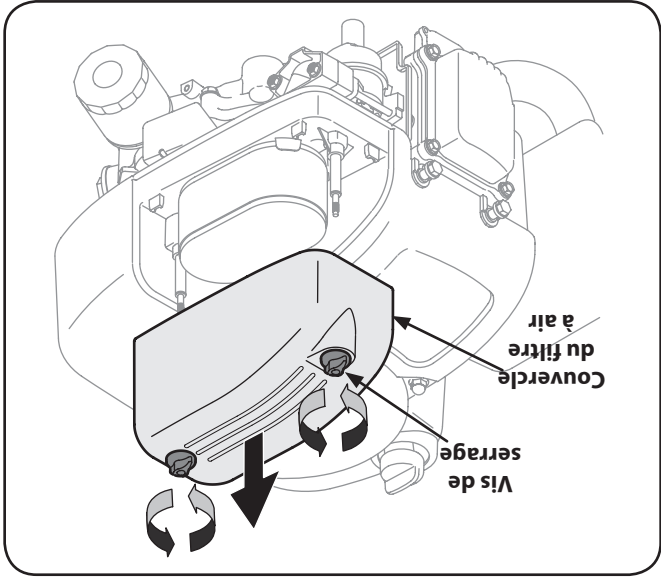

Figure 6-4
1. Retirez les vis de serrage et le couvercle du filtre à air. Voir Figure 6-4.